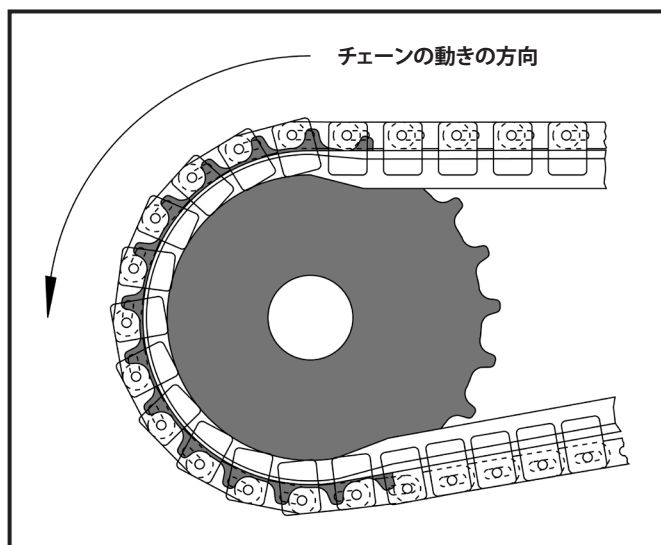

図29: MonoSpan®またはMultiSpan®チェーンでのスプロケットのかみ合わせ
- ・チェーンがコンベヤの駆動部に到達したら、駆動スプロケットをチェーンにかみ合わせます(図29および30-31ページ)。チェーン・リンクとスプロケットの歯がチェーンの幅全体でかみ合っていることを確認します。